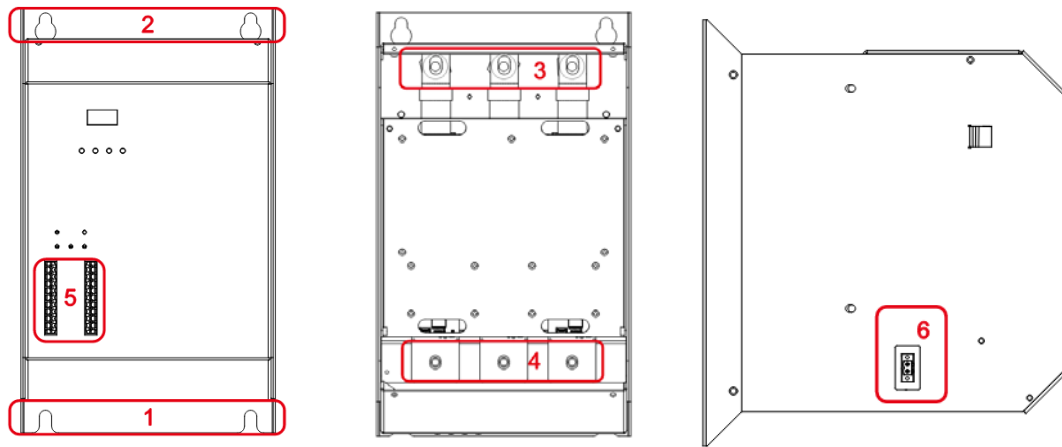

图 1、2、3 安装指示图
1、按照产品说明书中第七章所对应的型号尺寸在机柜背板上开孔，安装 SP3I 下部固定螺栓（不要拧紧），将 SP3I 图 1 中红框标号 1 的位置卡入螺栓，再安装上部螺栓（SP3I 图 1 中标号 2 的位置）。拧紧螺栓。或者参考安装步骤 2；
2、按照说明书中第七章所对应的型号尺寸在机柜背板上开孔，安装 SP3I 上部固定螺栓（不要拧紧）将 SP3I 图 1 中红框标号 2 的位置套入螺栓，再安装下部螺栓（SP3I 图 1 中标号 1 的位置）拧紧螺栓。
4、面板左下角是 SP3I 的外部 IO 接口，（图 1 标号 5 的位置）接口定义可查第三章第 2 节：外部 IO 接口定义，第三节：IO 接口接线，接线完毕后可检查线束是否有松动。